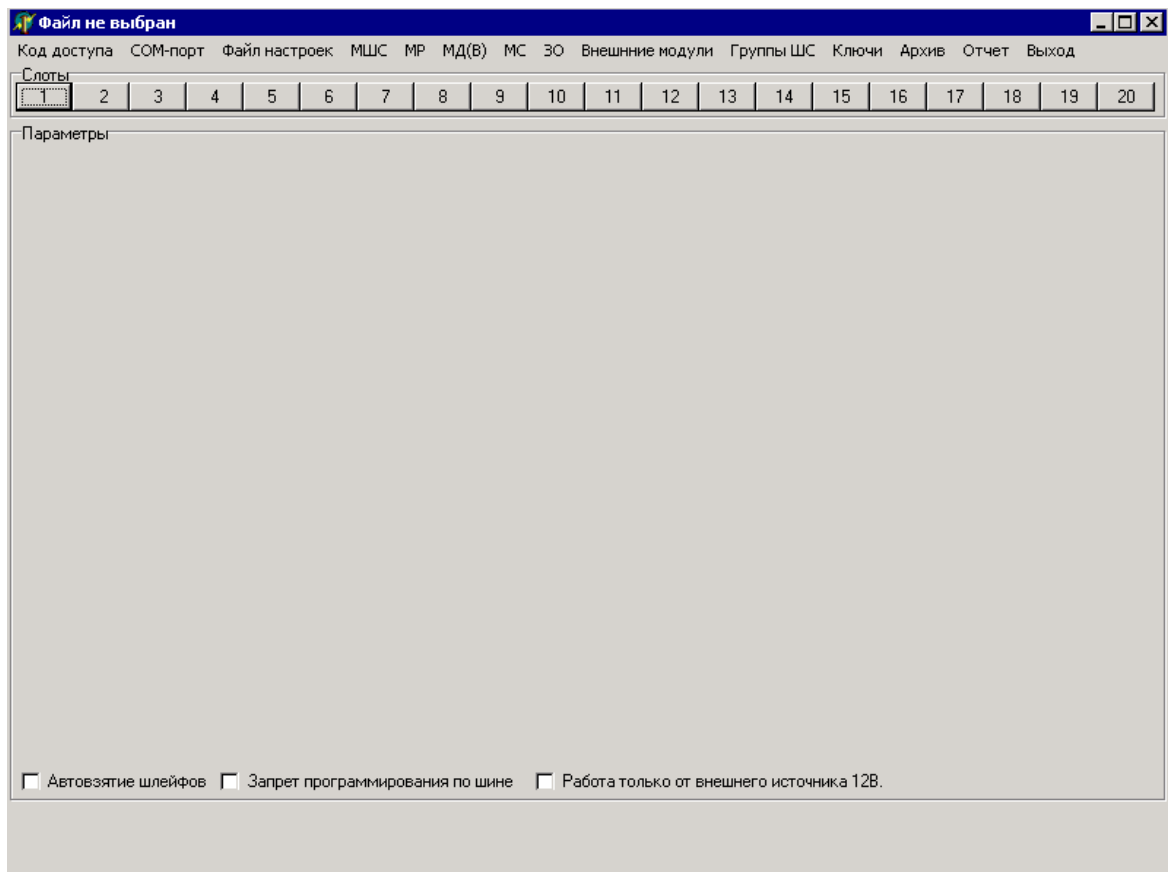

Рисунок 1
2.1.2.1 При запуске программы на экране ПЭВМ появляется основное окно, включающее главное меню, панель «Слоты» с кнопками, номера которых соответствуют номерам слотов прибора, предназначенным для установки внутренних модулей, и панель «Параметры», на которой последовательно в процессе создания (чтения, редактирования) файла настроек отображаются параметры основных объектов программирования (рисунок 1):